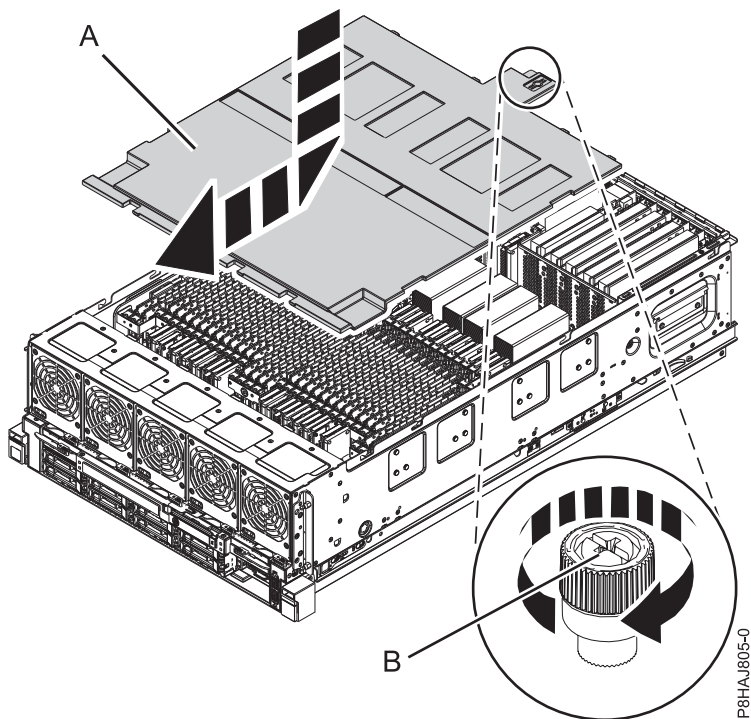

Figure 21. Remise en place du capot de sécurité
2. Poussez le capot de sécurité (A) en direction du châssis.
3. Serrez la vis moletée (B) en la tournant dans la direction illustrée dans figure 21, à la page 50 dans le but de fixer le capot de sécurité au châssis.